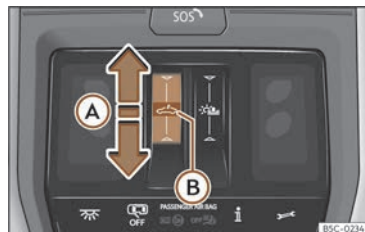

Fig. 89 Sur le revêtement intérieur du toit : touche du toit ouvrant.
- Mouvement automatique : faites glisser le doigt vers l'arrière de la zone fonctionnelle  >>> **fig. 89 (A)**.
- Dans les 5 secondes après avoir activé la fonction anti-pincement, faites glisser le doigt vers l'avant de la zone fonctionnelle ➡ >>> **fig. 89** (A) et maintenez-le appuyé jusqu'à ce que le toit ouvrant soit entièrement refermé.